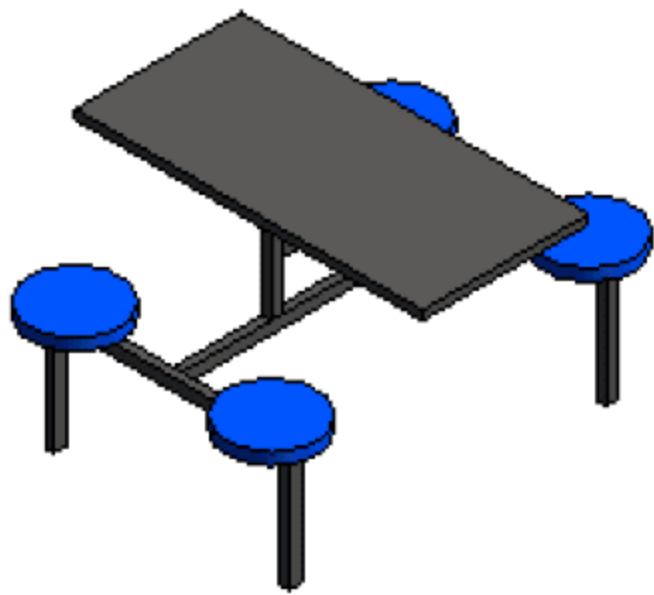

图 8.3.16 圆凳效果图
(17) 编辑可见性并添加材质。首先，选中圆凳图元，在“属性”面板中编辑“可见性/图形替换”选项，取消“平面/天花板平面视图”复选框的选择，单击“确定”按钮。其次，添加圆凳的材质，选择或添加“不锈钢”类型，单击“确定”按钮，如图 8.3.16 所示。